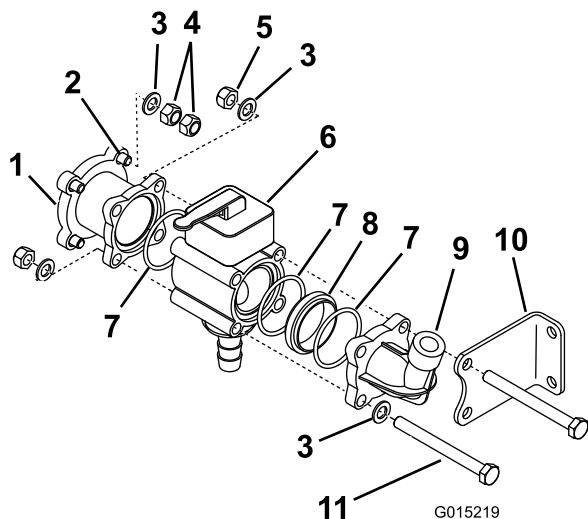

Bild 7
9. Schieben Sie Scheiben auf die Stangen, die nicht durch die linke Befestigungshalterung gesteckt sind, und drehen Sie eine Sicherungsmutter auf das linke Ende jeder Stange (Bild 7).
10. Setzen Sie den reduzierenden Adapter (aus den lose mitgelieferten Teilen) auf die Gewindestangen (Bild 7).
an, um den reduzierenden Adapter am Auslegersicherheitsventil zu befestigen (Bild 7).
13. Bauen Sie den Verteiler des manuellen Ventils zusammen; verwenden Sie das manuelle Ventil, einen O-Ring, einen Adapter (aus den lose mitgelieferten Teilen), einen O-Ring und den vorher entfernten Krümmerdeckel (Bild 7).
14. Schieben Sie Scheiben und Schrauben auf die zwei vorderen Löchern (von der Befestigungshalterung entfernt) des vormontierten manuellen Ventilverteilers, um sie zusammen zu halten (Bild 7).
15. Befestigen Sie das manuelle Ventil mit zwei der benötigten Scheiben und Schrauben und setzen Sie (aber nicht anziehen) eine Scheibe und eine Sicherungsmutter auf das andere Ende jeder Stange (Bild 7).